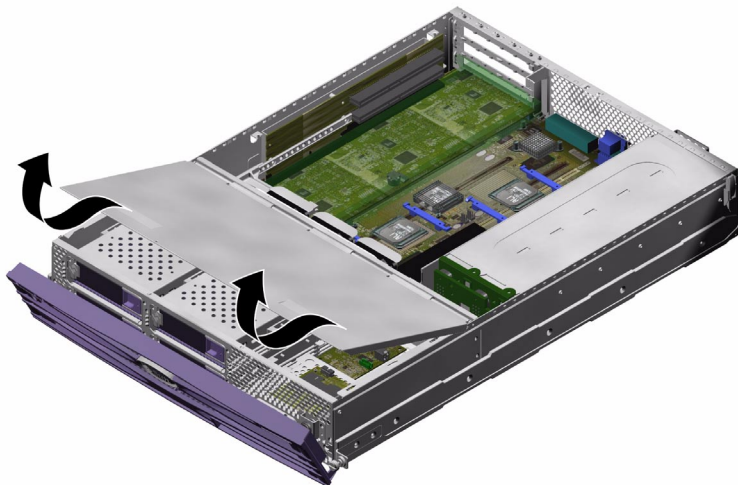

図 1-3 カバーの正面部分の取り外し
4. カバーの正面部分を持ち上げて取り外します (図 1-3 を参照)。